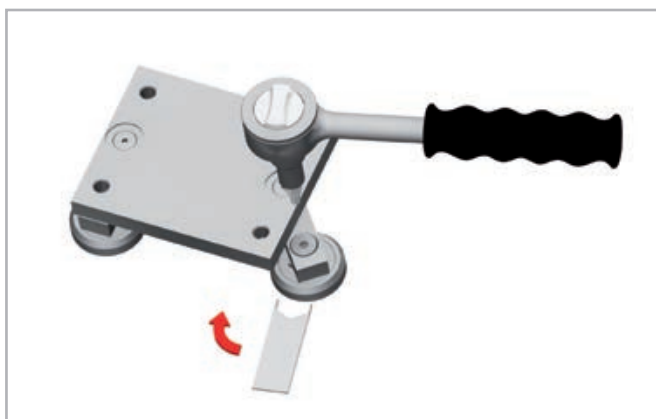

Fig. 22
- La clé spéciale plate fournie est emboîtée par le côté sur le six pans du galet à régler (voir fig. 22).